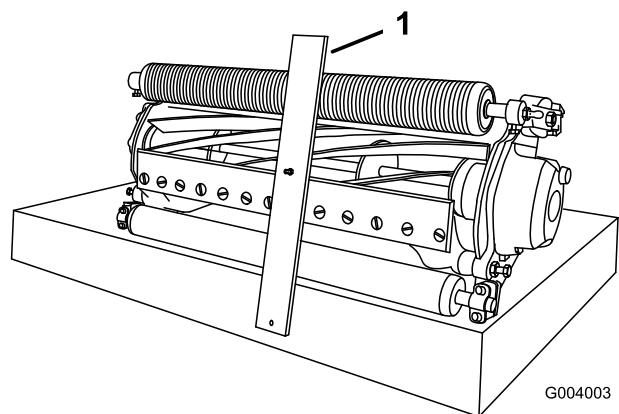

Figura 54
- Agganciate la testa della vite sul tagliente della controlama, ed appoggiate la parte posteriore della barra sul rullo posteriore (Figura 54).